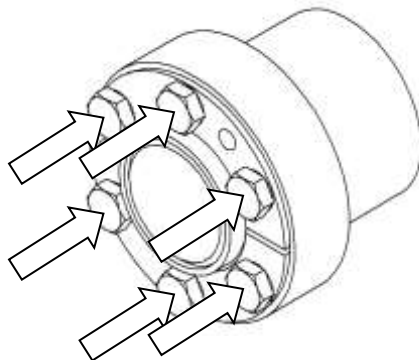

Bild 6) Anziehen der Spannschrauben
- Danach Spannschrauben stufenweise in mehreren Umläufen gleichmäßig der Reihe nach solange anziehen (siehe Bild 6), bis die vorderen, schraubenkopfseitigen Stirnflächen des Außen- und Innenringes fluchten. Beim Anziehen der Spannschrauben darf das max. angegebene Schraubenzugsmoment (siehe Tabelle 2) nicht überschritten werden.